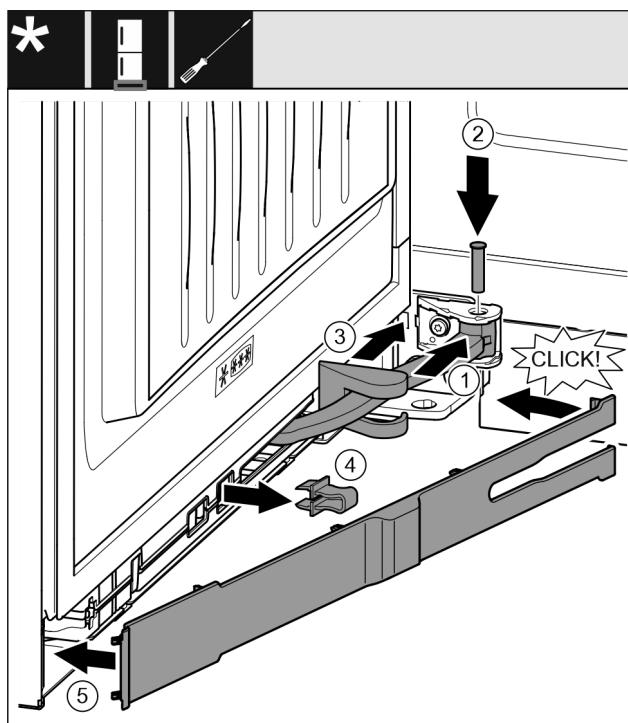

Fig. 47
- Поверните шарнир в навеске. Fig. 47 (1)
- С помощью отвертки T15 вставьте палец в навеску и шарнир. При этом следите за тем, чтобы выступ фиксатора занимал правильное положение в пазу. Fig. 47 (2)
- Переместите крышку опорного кронштейна вдоль шарнира и установите над навеской. Fig. 47 (3)
- Снимите предохранитель. Fig. 47 (4)
- Установите накладку со стороны ручки и поверните. Fig. 47 (5)